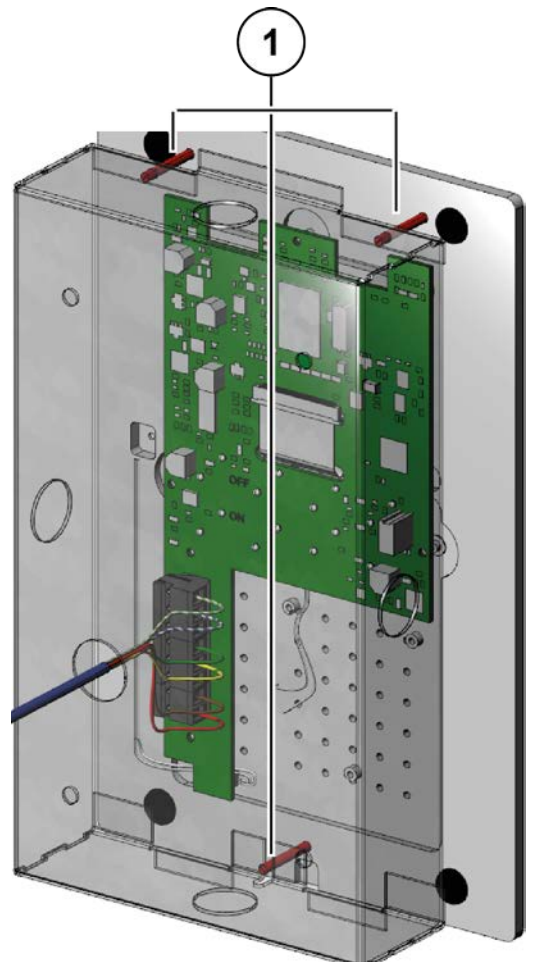

Abb. 8: Innenstation in UP-Kasten montieren
- ▶ Führen Sie die Führungsbolzen (1) der Frontplatte in die dafür vorgesehenen Bohrungen des Unterputzkastens (Abb. 8).